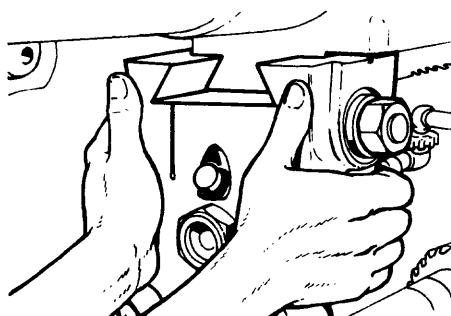

Fig. 6
- 2) Cuando se trata de ejes largos montados en el husillo principal se montan uno o dos soportes (fig. 6).